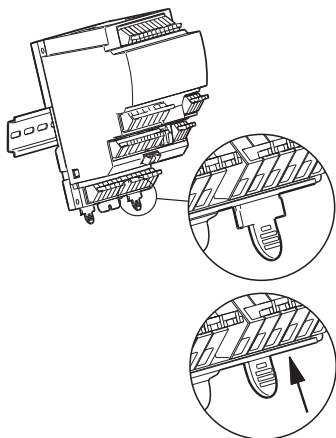

Fig. 5 Montaj pe șină DIN
2. Împingeți urechile de blocare (poz. 1) în modul ca în fig. 5.